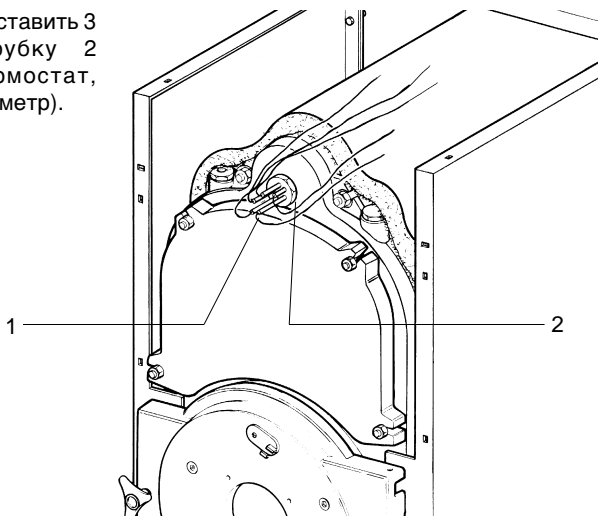

Рис. 17
4.14 (Рис. 17) Размотать капилляры, вставить 3 датчика 1 в специальную трубку 2 (регулирующий термостат, предохранительный термостат, термометр).